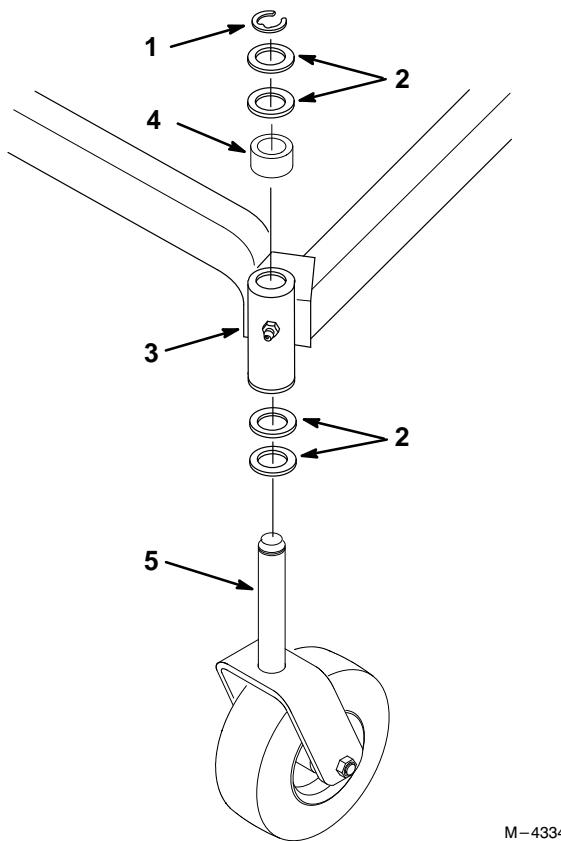

Abbildung 1
1. Zwei (2) Druckscheiben auf die Ablenkradgabel legen (Abb. 1).
2. Die Ablenkradgabel in das Trägerrahmen-Montagerohr stecken (Abb. 1).
3. Das Abstandsstück und zwei (2) Druckscheiben an der Ablenkradgabel anbringen und dann mit einem Halterung sichern (Abb. 1).